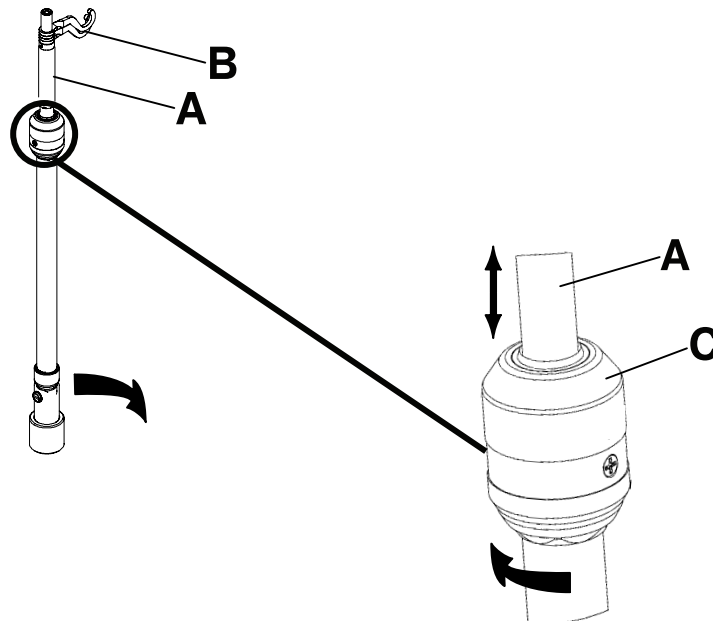

Figure 2-120 : Utilisation du support de perfusion
3. Pour élever la hauteur du support, tirer sur la partie télescopique (A) jusqu'à ce qu'il s'enclenche en position complètement dépliée (Figure 2-120 à la page 2-113).
4. Faire pivoter les crochets de suspension des poches de perfusion à la position voulue et suspendre les poches (B) (Figure 2-120 à la page 2-113).
5. Pour abaisser le support de perfusion, tourner le verrou (C) jusqu'à ce que la partie télescopique s'abaisse (Figure 2-120 à la page 2-113).